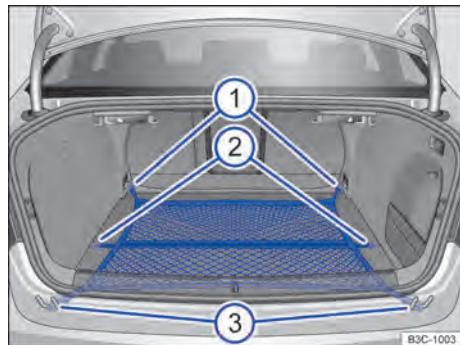
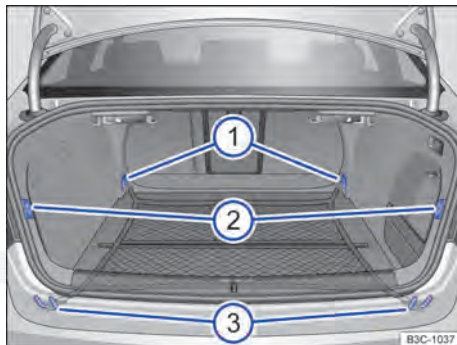

Fig. 109 No compartimento de bagagem: rede para bagagem presa de forma plana.
Fig. 110 No compartimento de bagagem: olhais ① e ③, bem como suporte ② para prender a rede para bagagem.
- Prender os ganchos ⇒ Fig. 109 ① da rede para bagagem nos olhais de amarração no encosto do banco traseiro ⇒ Fig. 110 ① ⇒ ⚠. O zíper da rede para bagagem deve estar voltado para cima.
- Prender os ganchos ⇒ Fig. 109 ③ nos olhais de amarração ⇒ Fig. 110 ③ no canto do compartimento de bagagem.
- Prender os ganchos curtos ⇒ Fig. 109 ② da rede para bagagem nos suportes ⇒ Fig. 110 ② ⇒ ⚠. O zíper da rede para bagagem deve estar voltado para cima.
- Prender os ganchos ⇒ Fig. 109 ① e ③ nos olhais de amarração ⇒ Fig. 110 ③.